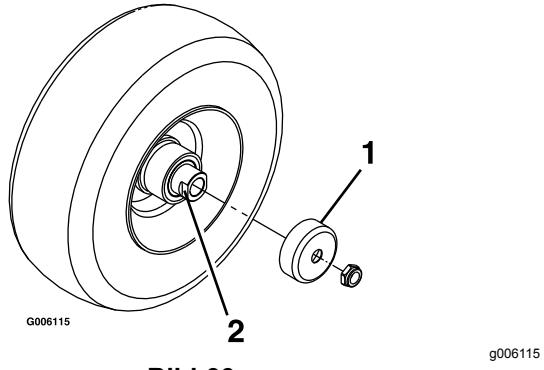

Bild 33
3. Entfernen Sie die Dichtungsabdeckungen von der Radnabe (Bild 33).